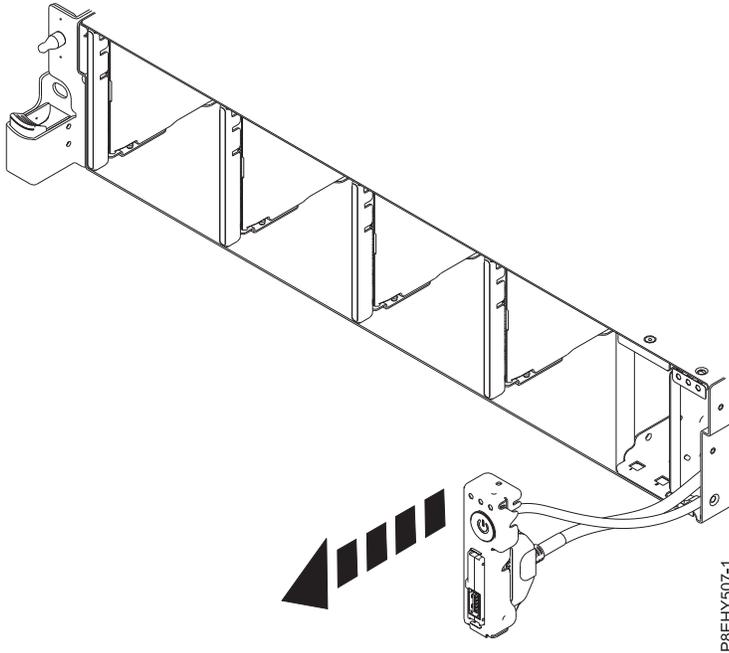

図 68. 電源スイッチおよびケーブルの引き出し
9. 電源スイッチをシステムから引き出します。 60 ページの図 68を参照してください。